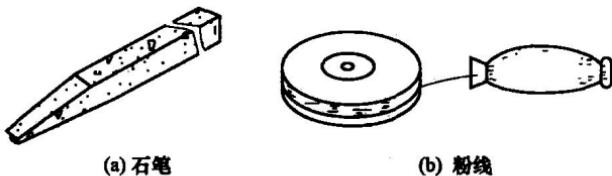

图 1-4 石笔和粉线
的线尽可能准确，如图 1-4 (a) 所示。
② 粉线 用于划较长的直线，平时粉线绕于粉线盘上，使用时将粉线拉出，并用粉袋在粉盘上涂敷一层白粉，然后对准线段的两端将粉线绷紧，最后弹出所需要的直线，如图 1-4 (b) 所示。